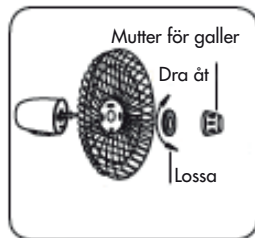

Fig. 1
1. Ta ut fläktmuttern och muttern för galler genom att vrida fläktmuttern medurs och galler-muttern moturs. Sätt det bakre galleret i rätt läge (handtaget uppåt) och skruva på muttern för galleret tills den sitter fast. (Fig. 1)